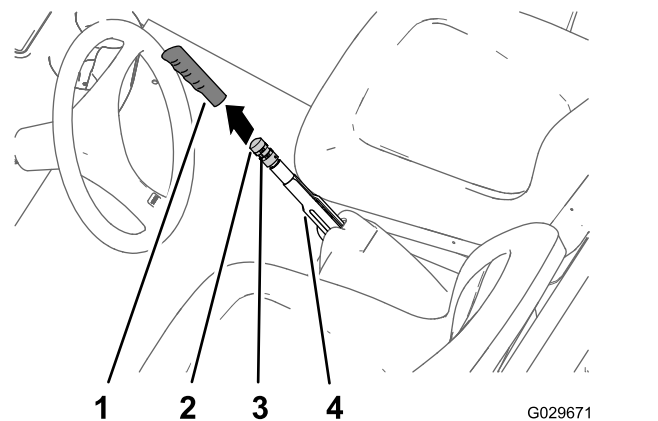

Figura 65
1. Rimuovete l'impugnatura dalla leva del freno di stazionamento (Figura 65).
2. Allentate la vite a pressione che fissa la manopola di regolazione del freno alla leva del freno di stazionamento (Figura 65).
3. Ruotate la manopola di regolazione del freno fino a raggiungere una forza pari a 133–156 N per inserire la leva del freno di stazionamento (Figura 65).
4. Serrate la vite a pressione e montate l'impugnatura (Figura 65).
2. Allentate la vite di fermo (Figura 65) che fissa la manopola di regolazione del freno alla leva del freno di stazionamento, disinserite il freno di stazionamento e allentate la manopola di regolazione del freno.
5. Ruotate la manopola di regolazione del freno (Figura 65) fino a quando non è necessaria una forza pari a 133–156 N per inserire la leva del freno di stazionamento.
- C. Ruotate la manopola di regolazione del freno (Figura 65) fino a quando non è necessaria una forza pari a 133–156 N per inserire la leva del freno di stazionamento.
- Serrate la vite a pressione e montate l'impugnatura (Figura 65).